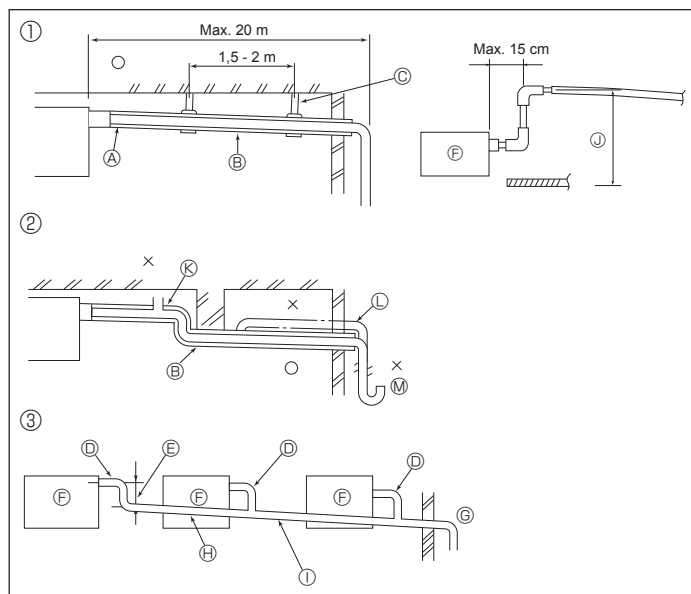

Fig. 5-1
5.1. Installatie van Draineerbuisen (Fig. 5-1)